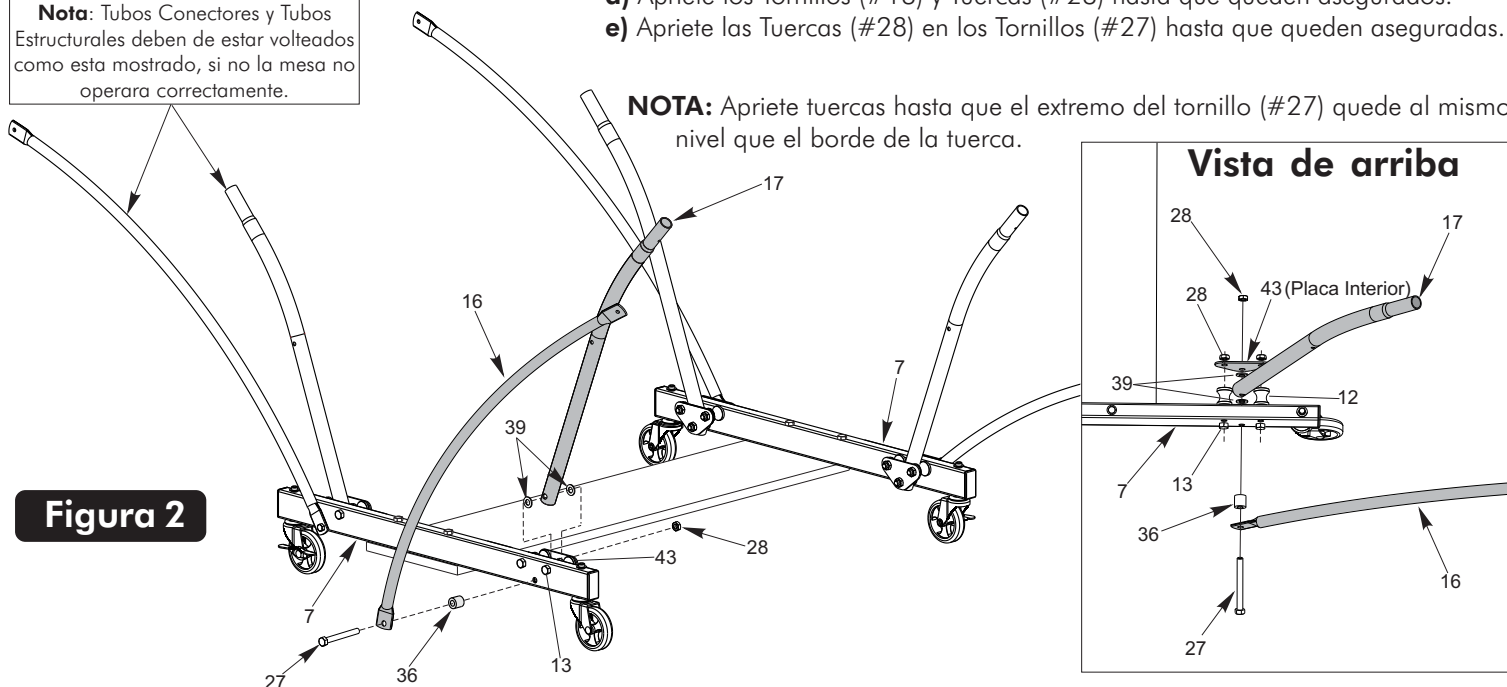

Figura 2
- Una los Tubos Estructurales (#17) y los Tubos Conectores (#16) a los Carriles con Llantas (#7) como se muestra en la **Figura 2**.
- Afloje los Tornillos (#13) y Tuercas (#28) para que el Tubo Estructural (#17) quepa entre la Placa de Soporte Interior (#43) y Carril con Llantas (#7) como esta mostrado en la **Vista de arriba** y la **Figura 2**.